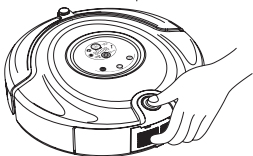
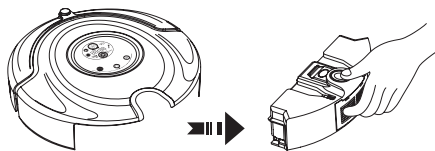

Рис. 1
Рис. 2
1. Достаньте пылесборник, нажав черную кнопку сверху и потянув его в сторону (см. рис. 1, рис. 2).